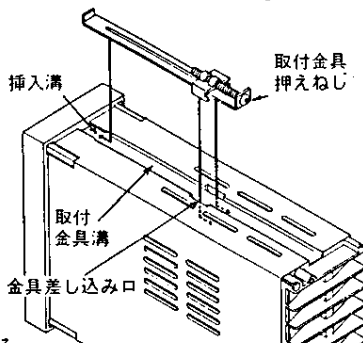
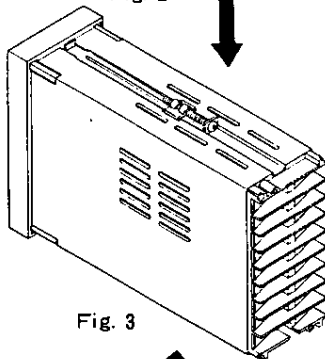

Fig. 2
Fig. 3
- 取付金具溝に沿って後部から取付金具を入れ、溝前方の挿入溝に差し込み、金具差し込み口に金具を入れて下さい (Fig. 2, Fig. 3)。